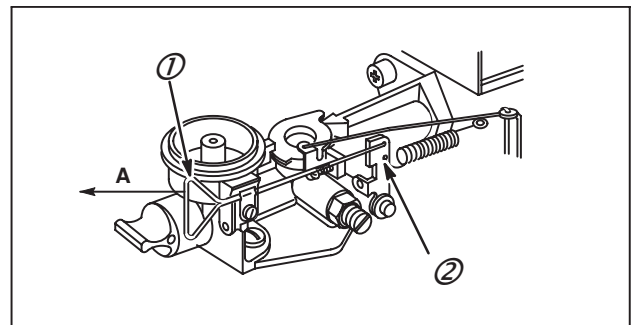

Fig. 14
Les schémas suivants des commandes du régulateur (Fig. 14 à 49 et 61 à 136) permettent d'illustrer comment les tringles et les ressorts du régulateur doivent être installés sur les carburateurs. Pour les réglages des commandes, consulter le Chapitre 5, RÉGULATEURS. Les Fig. 14 à 22 ci-dessous illustrent les Modèles 60100, 61100, 80100, 81100 à vilebrequin horizontal. "A" indique le mouvement du câble ou de la tringle permettant d'augmenter la vitesse, "B" de la réduire.
Tirer sur la tige (1) pour augmenter la vitesse. Le ressort du régulateur est accroché dans le trou (2), Fig. 14.